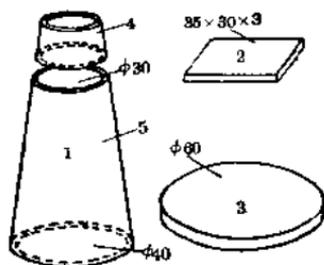

图 21
**支架及底座** 将废旧纱筒按图21所示，用刻刀或钢锯截取一段，成圆台形，为电风扇的支架。底圆的一端跟圆底板用快干胶水胶牢。圆底板越厚越好，可以起稳定作用。在底板的底面上钉三只橡皮圈做底脚。纱筒上端跟托板也要用胶水胶牢。